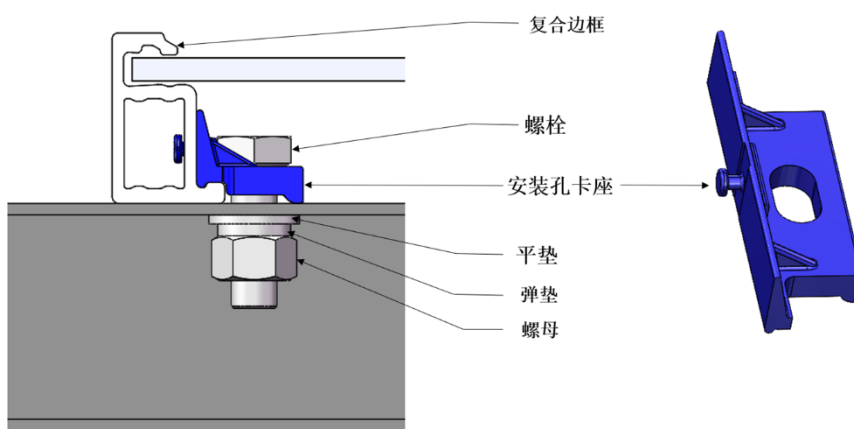

图19 复合边框组件螺栓安装
- ◇ 复合边框螺栓安装需采用复合边框专用安装孔卡座（图19），确保每个组件上至少有四个螺栓，螺栓的不同安装位置会影响组件的最大载荷能力（表6）。